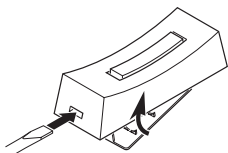

Figure 1
1. Retirez la languette orange de la pile du bouton-poussoir. Ôtez la partie arrière du boîtier en enfonçant la patte du bas au moyen d'un petit tournevis (voir la Figure 1). Retirez la languette orange.
- **Au moyen de vis :** Pour faire l'installation avec les vis, enlevez le dos du boîtier en poussant sur les agrafes de la base avec un tournevis (voir la Figure 1). *Remarque :* Enlevez les débris des trous de vis (au besoin) avant d'installer les vis. Fixez le dos du boîtier au chambranle ou au mur (voir la Figure 3). Enclenchez la partie avant de l'unité de bouton-poussoir en place.